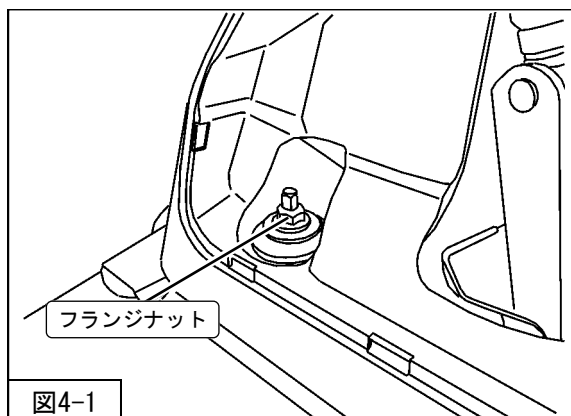

図4-1
- 2. フランジナット（締付トルク：25N・m）を使用して、リアショックアブソーバASSYを車両に取付けてください。（図4-1）